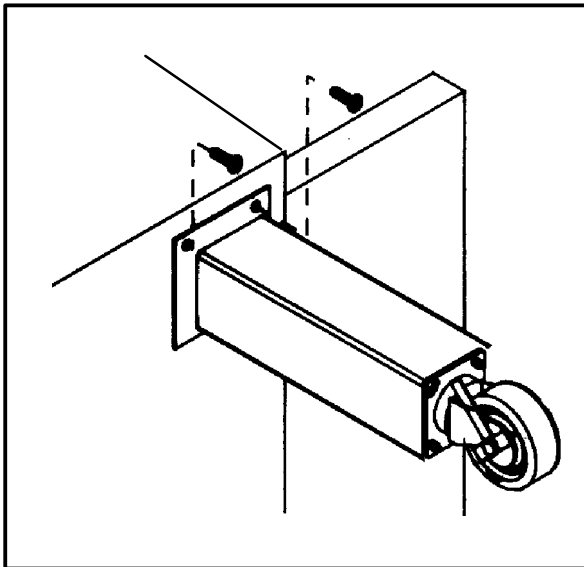

Figure 1
2. Installer les pieds et les roulettes comme montré sur Figure 1.